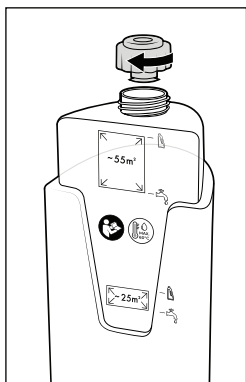

Fig. 10
- ◆ Riavvitare il coperchio del contenitore dell'acqua pulita ⑪ (vedere fig. 10).